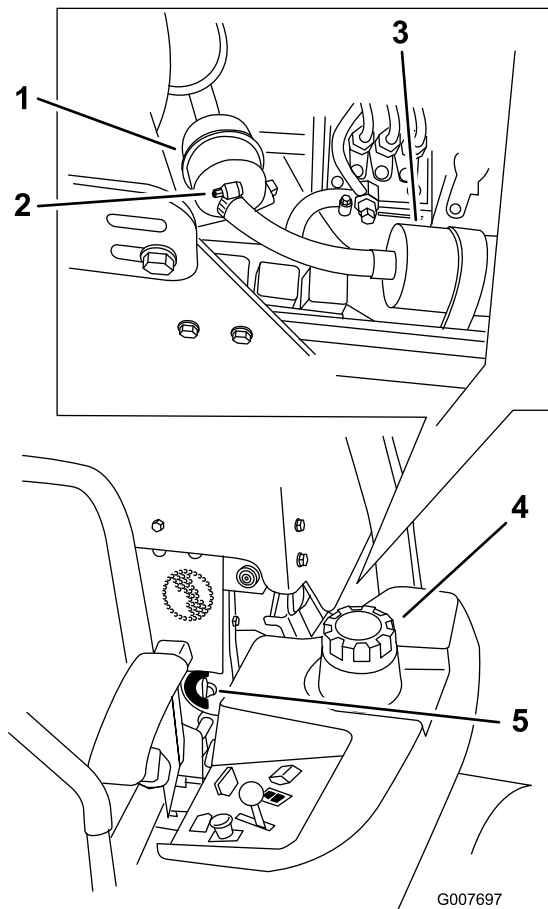

Figura 49
4. Cierre la válvula de cierre de combustible(Figura 49).
5. Afloje las dos abrazaderas y desconecte los tubos de combustible del filtro de combustible (Figura 49).
6. Instale un filtro nuevo. Conecte los tubos de combustible al filtro de combustible y instale las dos abrazaderas (Figura 49).